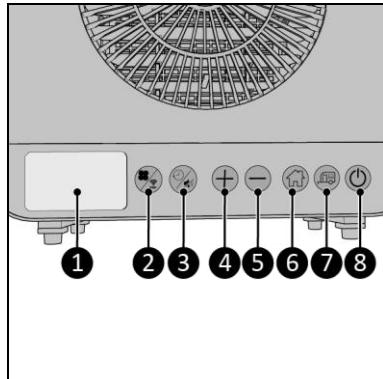

Afbeelding 2
Dit EUROM-apparaat is een gebruiksvriendelijke draagbare airconditioner voor gebruik in caravans of thuis (Afbeelding 2). Het is geschikt voor gebruik in een caravan of camper en voor thuis. Het apparaat koelt continu en produceert condenswater.
11. Houd de schroefdoppen (Afbeelding 2, pos. 8) binnen bereik voor de Schroefdraden op de beugel (Afbeelding 9, pos. 4).